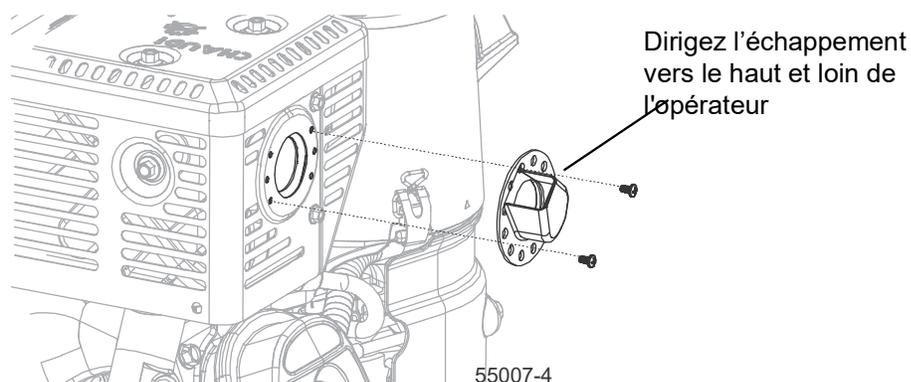

FIG. 3-22
18. Installez le déflecteur d'échappement. Voir Figure 3-22.